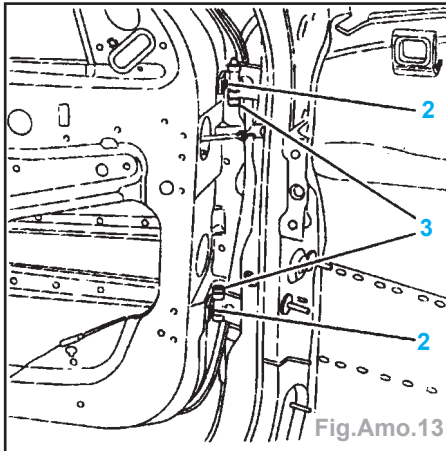

Fig.Amo.13
- Serrer sans bloquer, les vis (2) charnières sur la porte (Fig.Amo.13).